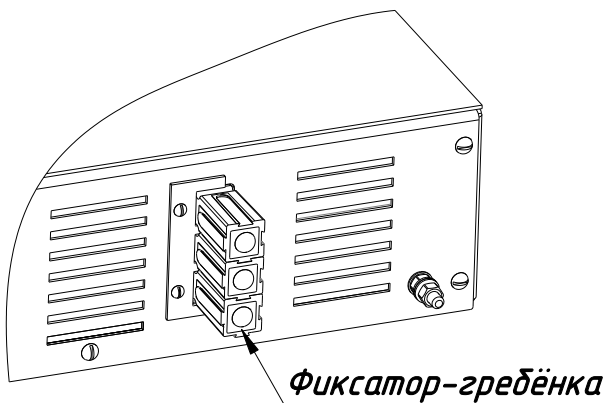

Рисунок 6 — Подключение кабельного разъема к изделию
- установите фиксаторы-ребенки для подключенных к изделию кабельных разъемов (входят в комплект поставки) и закрепите их винтами от снятых ранее защитных заглушек (см. рисунок 6).